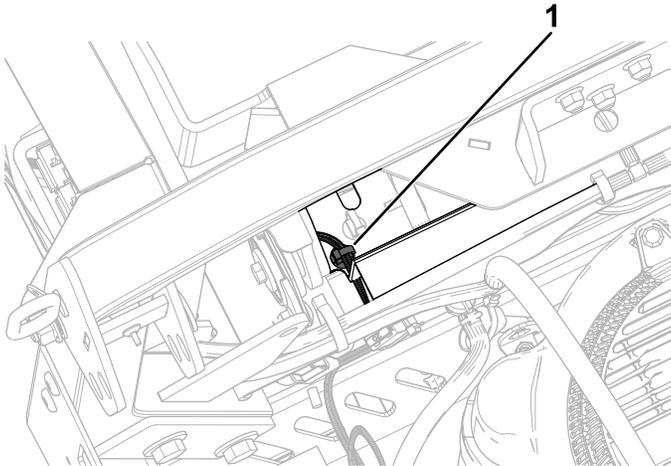

Bild 15
3. Bringen Sie die zweite Druckbefestigung an der hinteren Tankhalterung an (Bild 15).